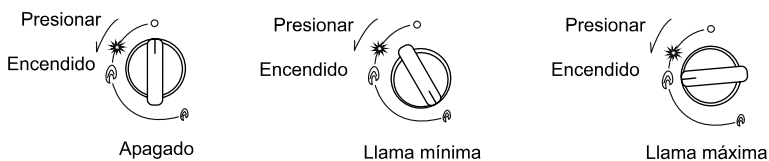

Figura 1
- Gire el mando hasta obtener la llama de acuerdo a la indicación (Figura 1) Cuando el mando se gira a la posición O, la llama se extinguirá. Por favor, corte el suministro de gas después de usarlo.